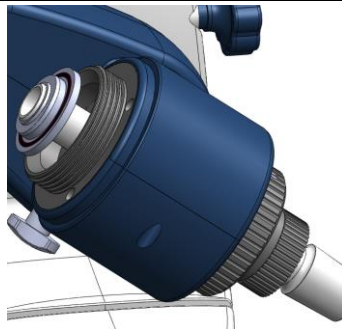
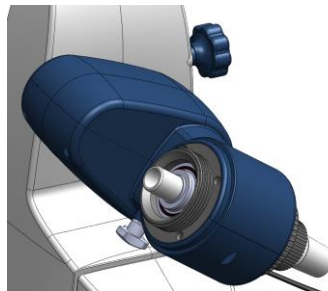

Figura 10
Figura 11
- Instalación del condensador sellado (Figura 10 y Figura 11).